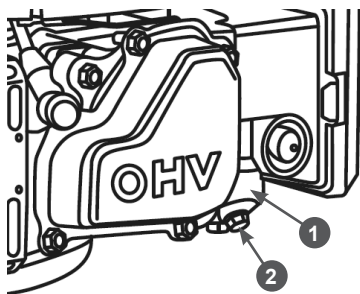

Рис. 20 Слив топлива из карбюратора
- Установите под карбюратор 1 подходящую емкость (Рис. 20).
- Открутите болт 2 сливного отверстия и слейте топливо из поплавковой камеры карбюратора (Рис. 20).